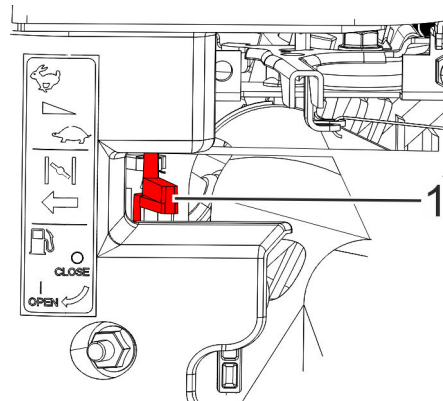

Abb. 46: Choke
2. Nur bei Kaltstart Choke (Abb. 46/1) betätigen.